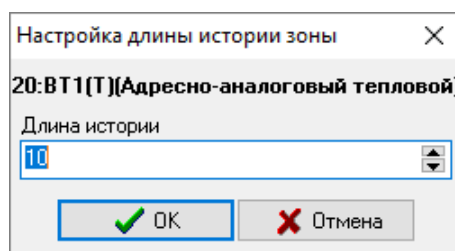

Рисунок 11-59 Настройка длины истории зоны
- **Длина истории зоны** – вызов окна «Настройка длины истории зоны» (см. Рисунок 11-59) для индивидуальной установки количества отображаемых в видимой области графика значений для активного графика того окна, в котором осуществляется настройка;